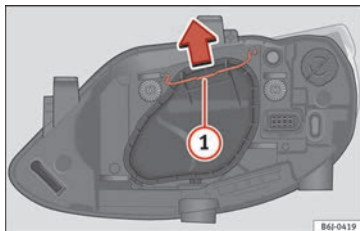

Fig. 176 Anabbagliante/abbagliante del faro singolo.
- Far scorrere il tirante » **fig. 176 1** nel senso della freccia e sfilare la chiusura.